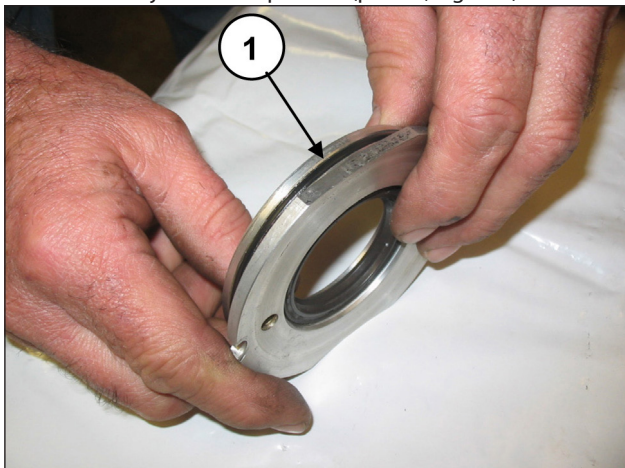
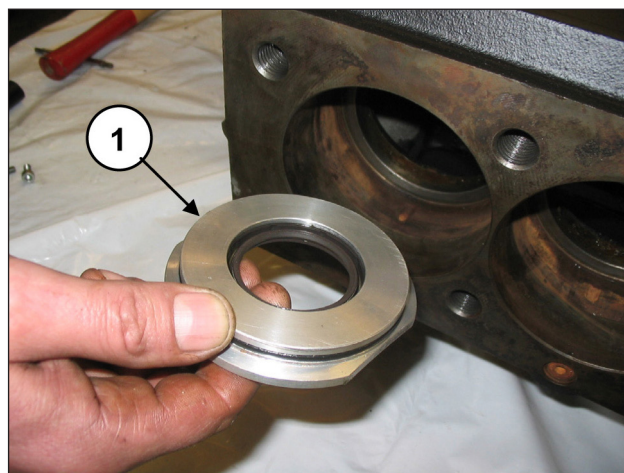

Fig. 130
Fig. 131
Colocar la junta tórica (pos. ①, Fig. 130) en el alojamiento de la tapa de retención e introducir el grupo montado dentro del cárter en el alojamiento específico (pos. ①, Fig. 131).